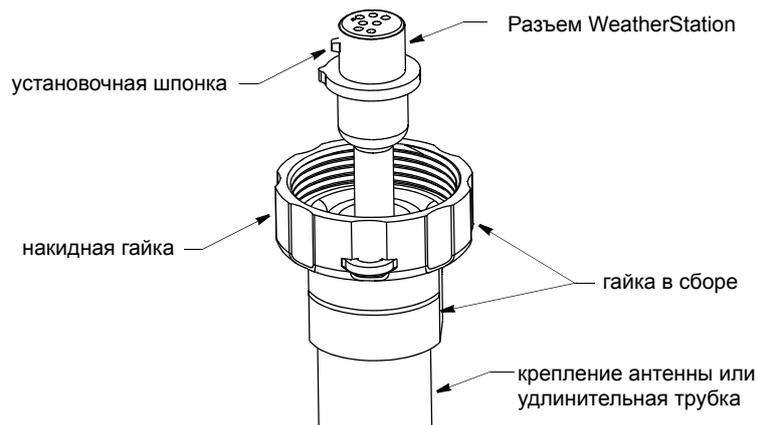

Рисунок 5. Крепление кабеля к метеостанции WeatherStation
1. Протяните кабель с гайкой в сборе возле разъема WeatherStation через удлинительную трубку (при наличии), крепление антенны и кабельный вход. *Убедитесь в том, что кабель выступает за гайку в сборе* (см. Рисунок 5).